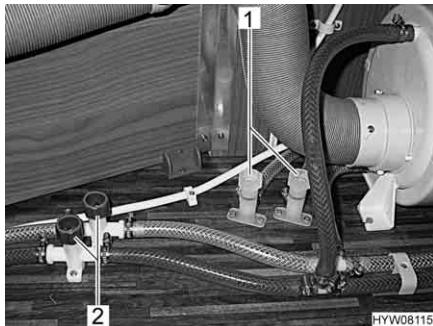

Fig. 84 Rubinetti di scarico per scaldaacqua
- Chiudere tutti i rubinetti di scarico. Ruotare i coperchi (Fig. 84,1 e 2) in senso orario.
- Aprire tutti i rubinetti di scarico. A tal fine ruotare i coperchi (Fig. 84,1 e 2) in senso antiorario.